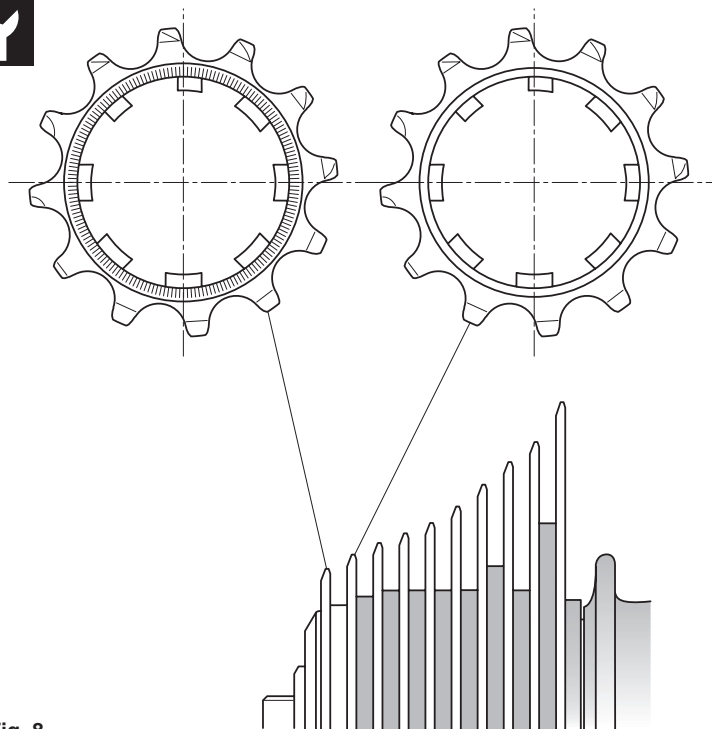

Fig. 8
**Attenzione:** Esistono due tipi di pignone 12A per **10 Speed** (Fig. 8):
**Warning:** There are two types of 12A sprockets for **10 Speed** (Fig. 8):
**Hinweis:** das **10 Speed** 12A Ritzel gibt es in zwei Ausführungen (Abb. 8):
**Attention:** Il existe deux types de pignons 12A pour **10 Speed** (Fig. 8):
**Atención:** Hay disponibles dos tipos de piñón 12A para **10 Speed** (Fig. 8):
**Waarschuwing:** Er zijn twee typen 12A tandwielen voor **10 Speed** (Fig. 8):